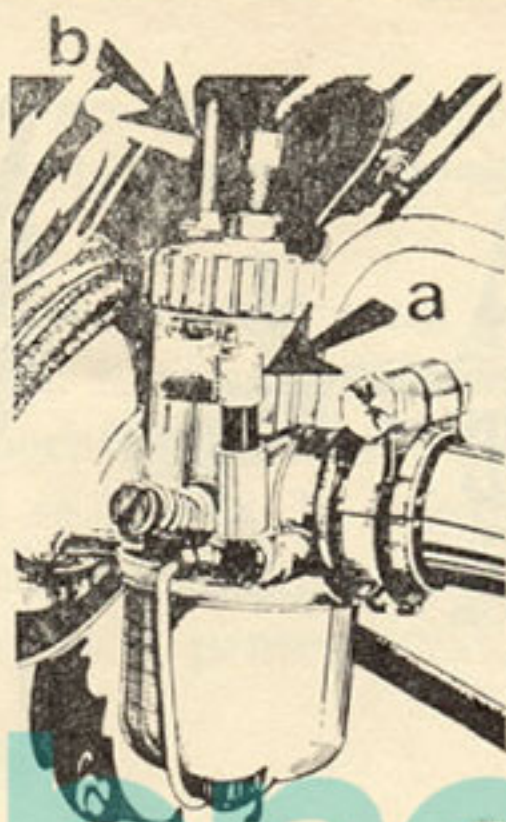

Fig. 4
2. Apăsați tija „a“ de acționare a plutitorului (fig. 4) pînă ce se umple camera de nivel constant a carburatorului cu benzină (se observă curgerea benzinei din carburator).